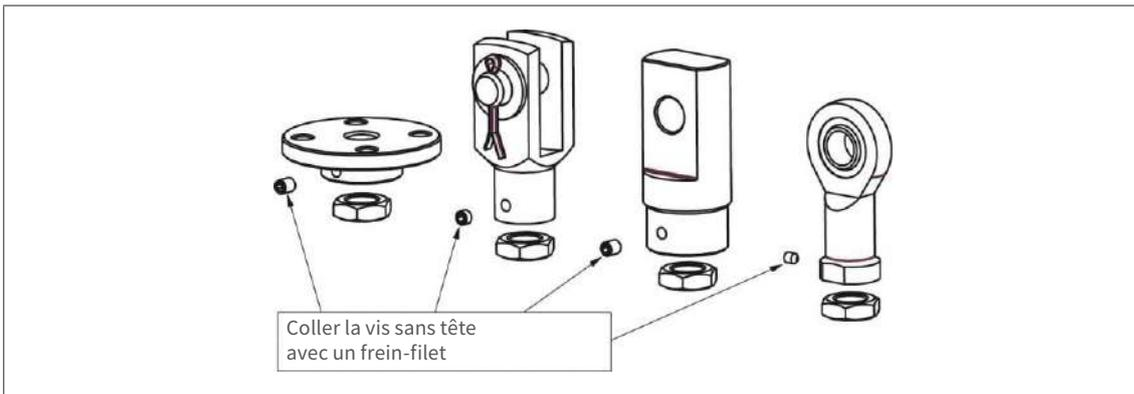

Fig. 9 : Fixer les brides, les paliers à fourche, les paliers oscillants et les têtes à rotule après avoir réglé la position.
3. Pour les tailles 50, 100 et 150 des séries ZE et Z, monter les vis dans les trous oblongs avec des rondelles (p. ex. selon DIN 1441). Monter la tête de vis (voir fig. 9), fixer les vis de sécurité avec un frein-filet (p. ex. Loctite), et monter l'écrou de blocage (jusqu'à la taille 100).